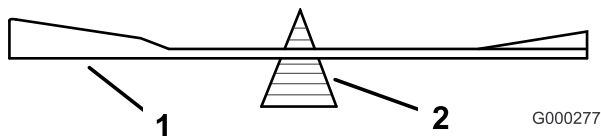
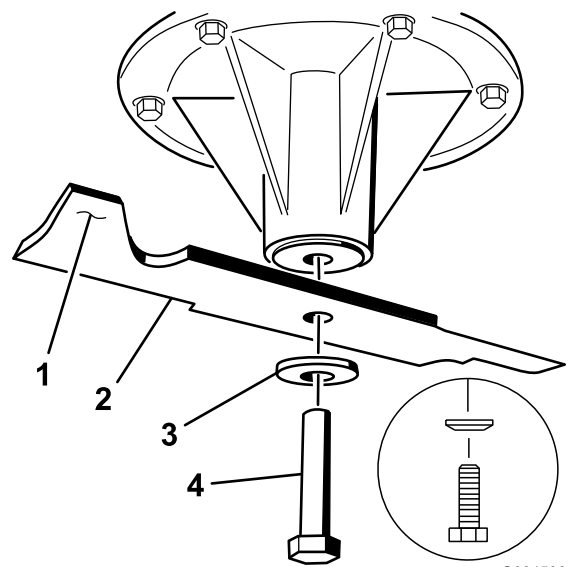

Figura 78
Figura 79
2. Verifique el equilibrio de la cuchilla colocándola sobre un equilibrador de cuchillas (Figura 78). Si la cuchilla se mantiene horizontal, está equilibrada y puede utilizarse. Si la cuchilla no está equilibrada, rebaje algo el metal en la parte de la vela solamente (Figura 79). Repita este procedimiento hasta que la cuchilla esté equilibrada.
1. Instale la cuchilla en el eje (Figura 79).
2. Instale la arandela de muelle y el perno de la cuchilla. El cono de la arandela de muelle debe estar orientado hacia la cabeza del perno (Figura 79). Apriete el perno de la cuchilla a 115-150 Nm (85 –110 pies-libra).